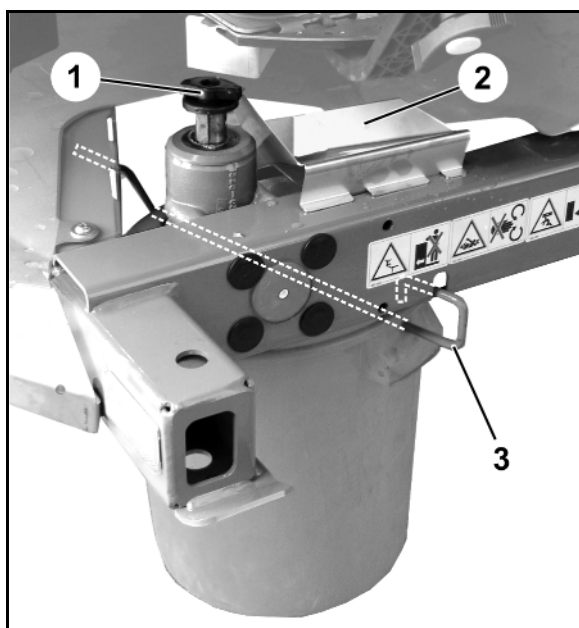

Fig. 39
- 2.1 Skru vingeskruen (Fig. 39/1) til fastgørelse af spredeskiven ud, og træk spredeskiven af drivakslen.
3. Hægt gødningsslisen (Fig. 39/2) på rammen.
4. Hægt opfangsbeholderen på rammen ved hjælp af bøjlerne (Fig. 39/3) som vist.